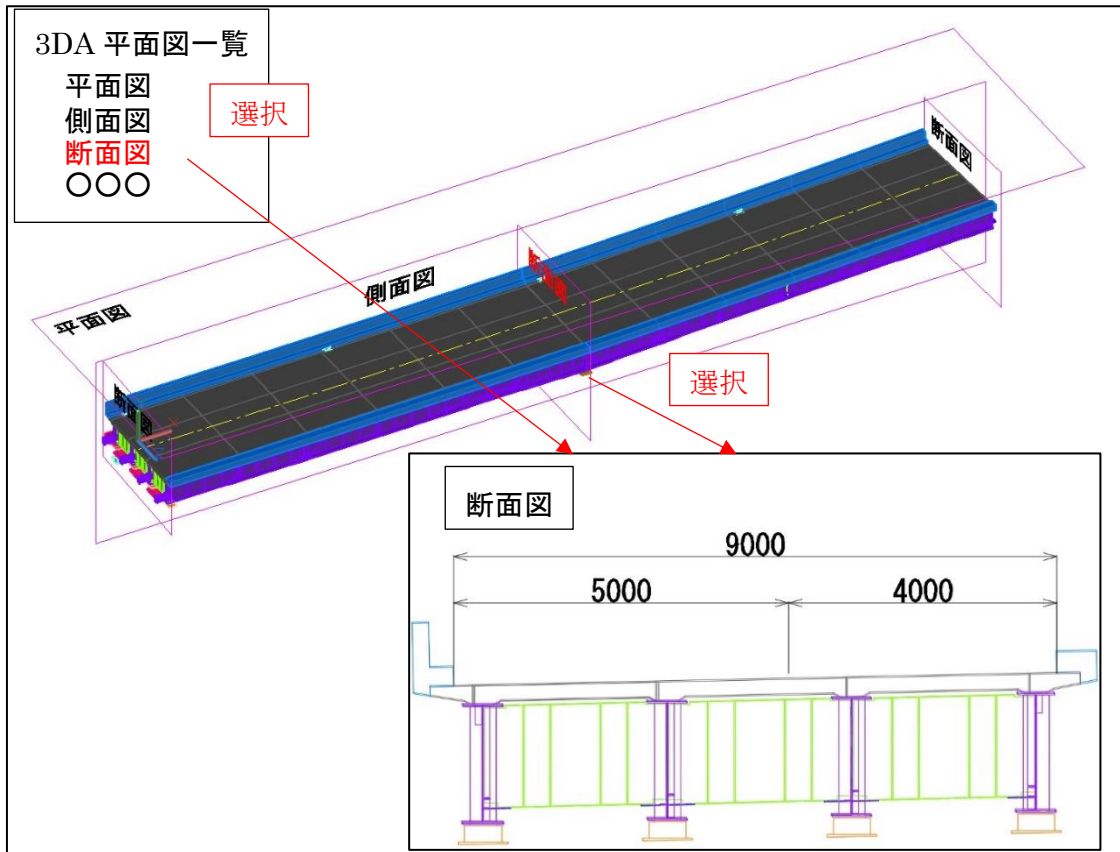

図 4-4 上部工 3DA モデルにおける 3DA 平面位置図の例
4) 3DA 平面位置図は、「第 1 編 共通編 2-5 3DA 平面図の設定」により、設定した 3DA 平面図の位置図を作成・表示する (図 4-4 参照)。3DA 平面図は、3DA 平面を選択、又は表示された図面名を選択することにより表示できる (図 4-4 参照)。